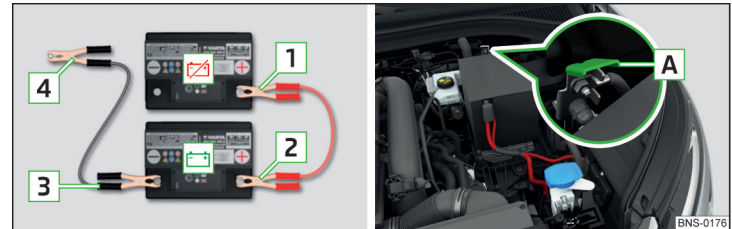

Abb. 346 Starthilfe:  - entladene Batterie,  - stromgebende Batterie / Massepunkt des Motors beim START-STOPP-System
- ▶ Bei Fahrzeugen **mit** dem START-STOPP-System die Klemme **[4]** am Massepunkt des Motors **[A]** befestigen » Abb. 346.
- ▶ Die Minuspolklemme des Starthilfekabels am Massepunkt des Motors **[A]** » Abb. 346 oder an einem fest mit dem Motorblock verbundenen Metallteil bzw. direkt am Motorblock anklennen.